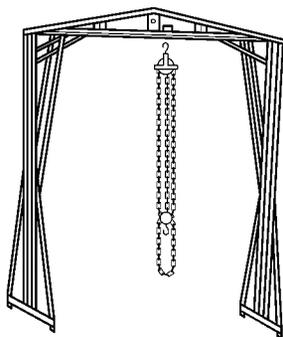

图1-21 门式移动吊车
(1)门式移动吊车 如图1-21所示。在门架横梁上装有链滑轮作起重用。使用时将门架移跨在汽车的适当部位,用起重钩将总成吊起来,然后将汽车推离门架,再将吊挂的总成落下,放在运输小车上。这种吊车不宜再移动。